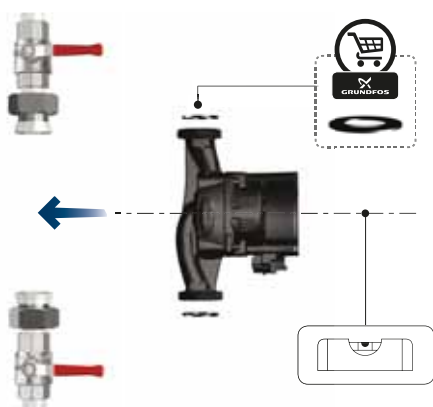

Fig. 2 Installation du circulateur
2. Mettre en place les deux joints fournis avec le circulateur pendant le montage du circulateur sur la tuyauterie. Installer le circulateur avec l'arbre du moteur à l'horizontale. Voir fig. 2. Voir également paragraphe 3.3 *Positions du coffret de commande*.